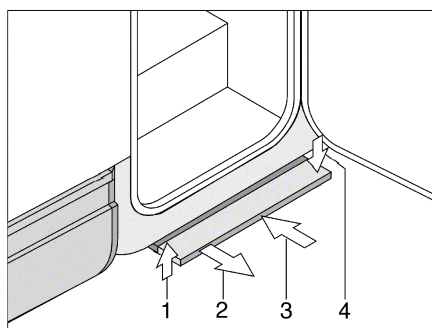

Fig. 6 Scalino di ingresso a comando meccanico
- Tirare lo scalino di ingresso in avanti (Fig. 6,2), finchè non si innesta.
- Sollevare leggermente lo scalino di ingresso (Fig. 6,1).
- Spingere lo scalino di ingresso al di sotto del pavimento del veicolo fino all'arresto (Fig. 6,3). Prestare attenzione che lo scalino di ingresso si innesti (Fig. 6,4).